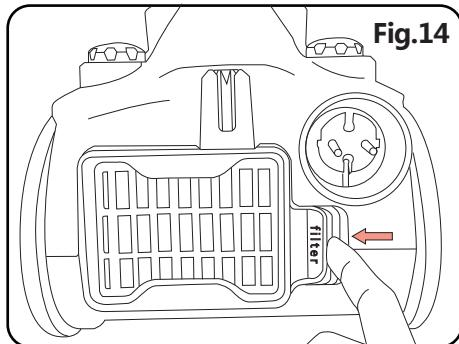

Fig.14
(1) Como en la fig.14 presione la pestaña de bloqueo para abrir la rejilla de salida.